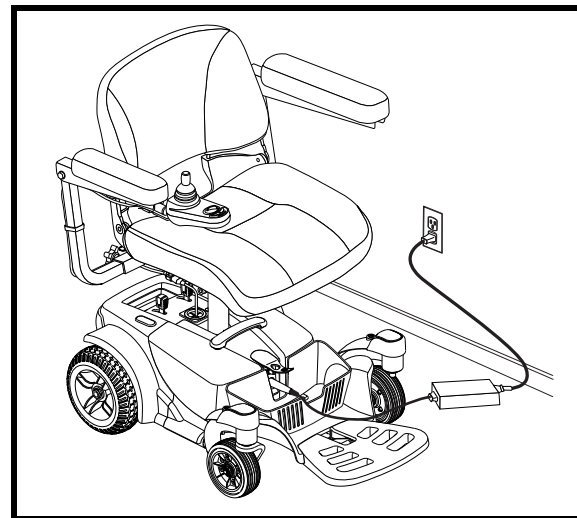

Figure 21. Batteries en recharge
1. Positionnez l'avant de votre fauteuil près d'une prise de courant ordinaire. Voir la figure 21.